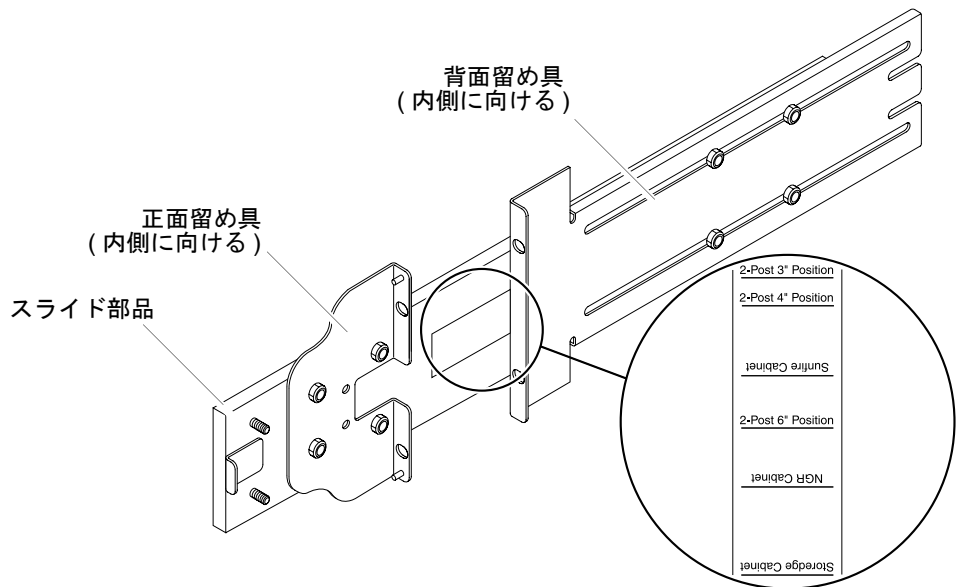

図 1-2 2 ポスト用に変更したレール部品
2 ポストに取り付ける場合は、レール部品を分解して、組み立て直すことができます (図 1-2)。レール部品は、ポストの奥行が 7.5 ~ 15.0 cm (3 ~ 6 インチ) の 19 インチの 2 ポストトラックに合うように調節できます。
3. 正面留め具を 180 度回転させ、内側に向けて再び固定します (図 1-2)。
5. 背面留め具を 180 度回転させ、内側に向けます (図 1-2)。